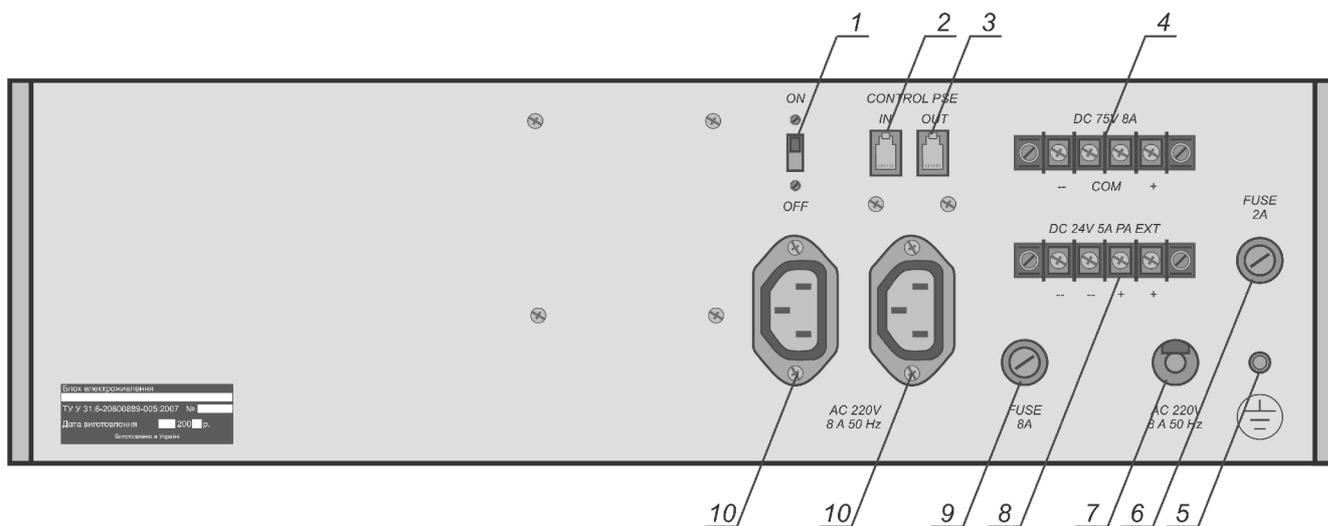

Рисунок 9
9.4 Размещение клемм и гнезд на задней панели блока PSU и их назначение приведено на рис. 9